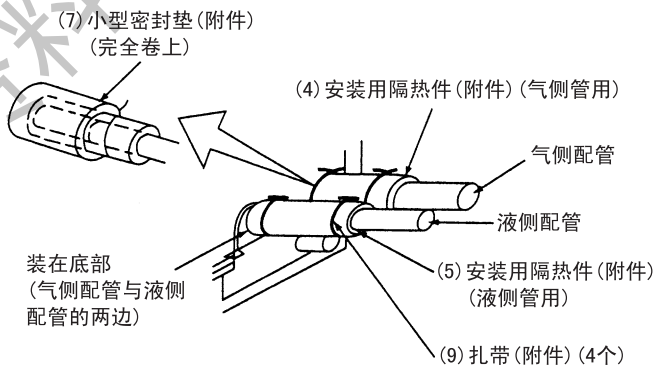

图13
- 检查连接管是否漏气，然后进行隔热处理，如图 13 所示。
- 请检查配管接头处是否漏气，然后按图 13 进行隔热。
- 仅气管一侧用安装用隔热材料的密封垫 (附件) 包裹。(请参见图 13)